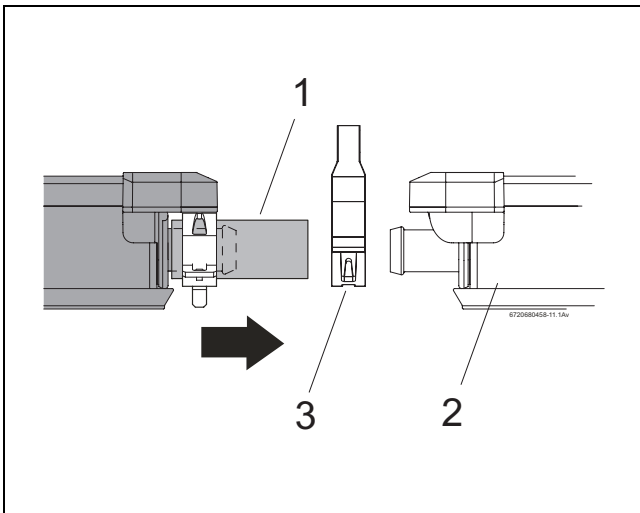

Bild 41 Zweiten Kollektor an den ersten schieben
- ▶ Zweiten Kollektor mit den vormontierten Solarschläuchen (Bild 41, [1]) auf die Profilschienen legen und in die Abrutschsicherungen gleiten lassen.
- ▶ Zweite Federbandschelle (Bild 41, [3]) über Solarschlauch schieben.
- ▶ Den Kollektor so an den zweiten Kollektor schieben (Bild 41, [2]), dass die vormontierten Solarschläuche auf die linken Anschlüsse des ersten Kollektors geschoben werden.